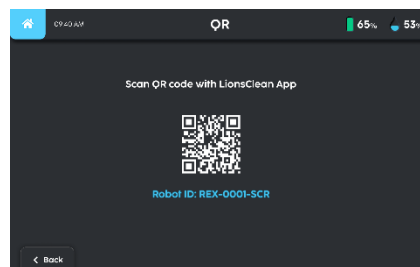

Fig. 2
2. Scannez le code QR fourni sur l'écran tactile du robot, en l'alignant à l'intérieur du cadre vert sur l'écran de l'application, comme indiqué (Fig. 2).